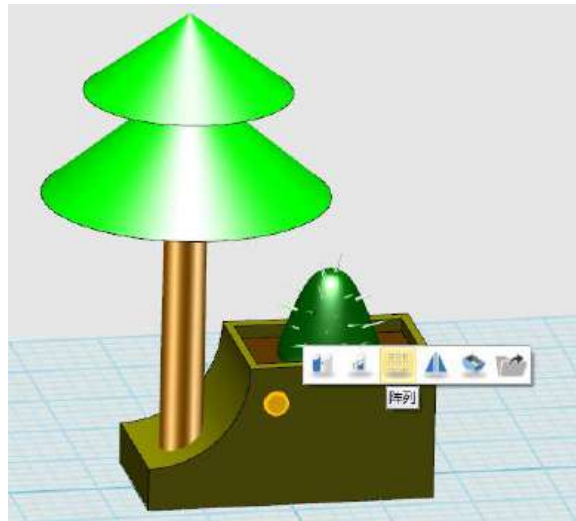

图 31 单击圆柱并选择【阵列】
- (2) 单击小圆柱，并在弹出的浮动工具栏中选择【阵列】(见图 31)。